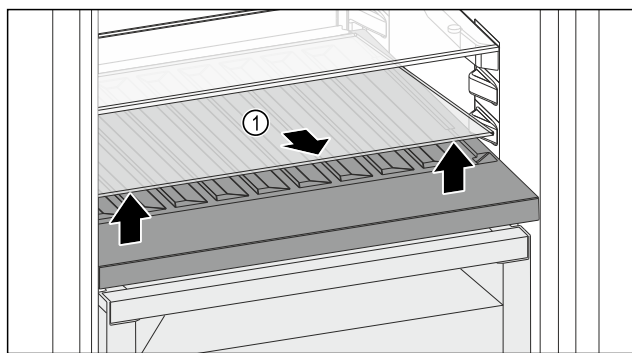

Fig. 109
- Lyft glasskivan Fig. 109 (1) i ursparingen framtill och ta ut den.
- Förvara glasskivan Fig. 109 (1) säkert utanför skåpet.